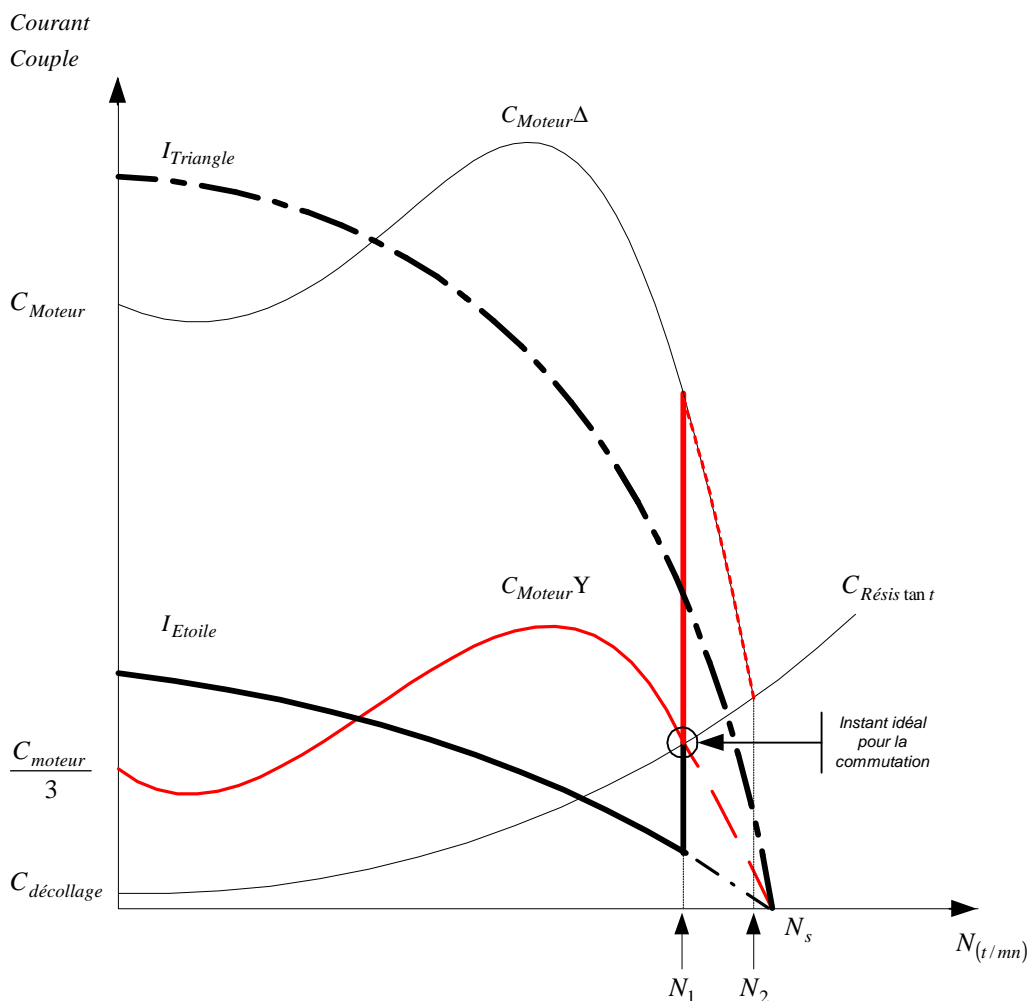

Figure 1
Si l'on compare les courbes de couple d'un moteur, respectivement en démarrage direct et en démarrage Etoile -Triangle (Figure 1), on observe que le couple d'accélération ($C_{acc} = C_{moteur} - C_{résis\ tan t}$) est nettement plus élevé dans le premier cas que dans le deuxième. Le temps de démarrage variant en fonction inverse du couple d'accélération, il s'accroît considérablement lors d'un démarrage Etoile -Triangle. Un temps de démarrage trop long peut entraîner des échauffements anormaux et par suite une diminution de la durée de vie des isolants du bobinage, voire une détérioration de ceux-ci. Les isolants entrant dans la conception des conducteurs sont sensibles à la température, il convient de toujours contrôler le temps de démarrage d'un moteur quelle que soit la méthode de démarrage adoptée.
Dans la phase initiale de démarrage (couplage Y) on atteint en général une vitesse de l'ordre de 80 % de la vitesse nominale du moteur. Il apparaît, lors de la commutation, qui fait passer brutalement le point de fonctionnement du réseau de courbes I, C (Y) au réseau I, C (Δ) - voir Figure 1 une pointe de courant et de couple dont l'amplitude est fonction de la vitesse prise par le moteur à l'instant de la commutation. Cette surintensité peut être représenté comme indiqué sur la figure N°2.